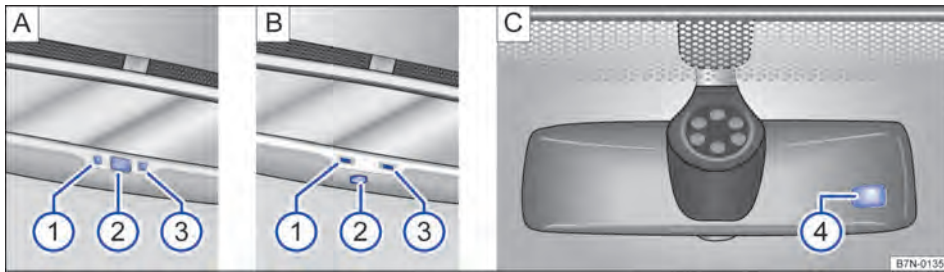

Fig. 107 No para-brisa: espelho retrovisor interno com antiofuscante automático.
Legenda para Fig. 107:
- ① Luz de controle.
- ② Interruptor.
- ③ Sensor para reconhecer a incidência de luz por trás.
- ④ Sensor para reconhecer a incidência de luz pela frente.
O antiofuscamento automático pode ser ligado e desligado com o interruptor no espelho retrovisor interno \Rightarrow Fig. 107 A ② ou \Rightarrow Fig. 107 B ②. Com o antiofuscamento automático ligado, a luz de controle A ① ou B ① se acende.
- Um sensor no lado que indica para o interior do veículo, que mede a incidência de luz por *trás* \Rightarrow Fig. 107 A ③ ou \Rightarrow Fig. 107 B ③.
- Um sensor no lado que indica para o para-brisa, que mede a incidência de luz pela *frente* \Rightarrow Fig. 107 C ④.